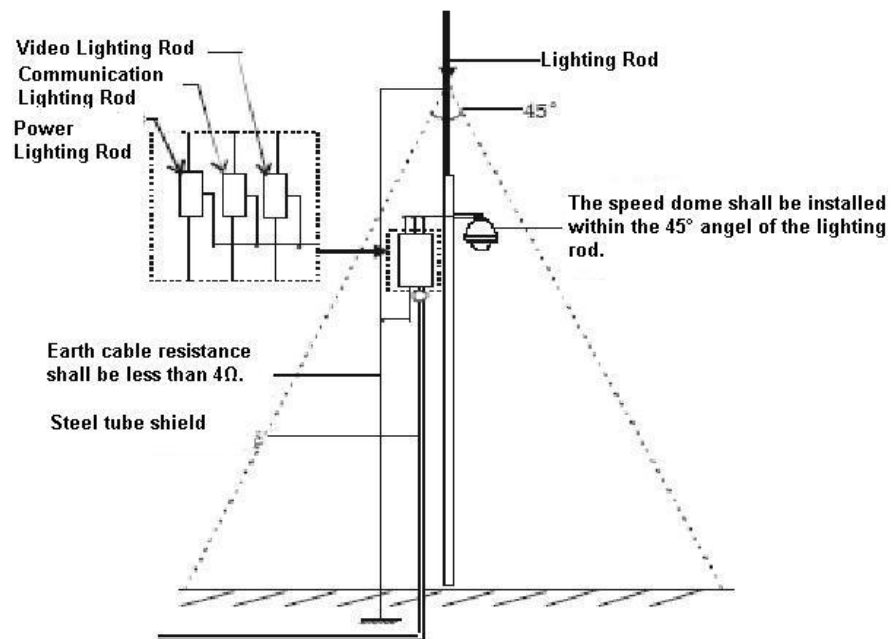

Рисунок 7-1
- Система должна позволять эквипотенциальное электрическое соединение. Заземляющее устройство должно отвечать требованиям защиты от помех и одновременно соответствовать вашим местным требованиям безопасности. Заземляющее устройство не должно быть замкнуто накоротко на провод N (нейтраль) высоковольтной питающей сети или объединено с другими проводками. Если система соединяется с отдельным заземлением, сопротивление заземления должно быть не более 4 Ом и сечение заземляющего провода не больше 25 мм2. Смотрите Рисунок 7-1.